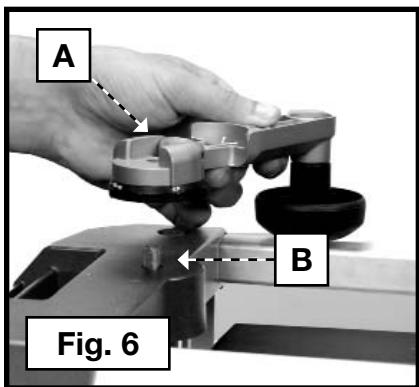

Fig. 6
- Coloque el mango de ajuste del cabezal de corte (A) Fig. 6 en el eje (B), con la cara plana del eje engranada con la cara plana del mango.